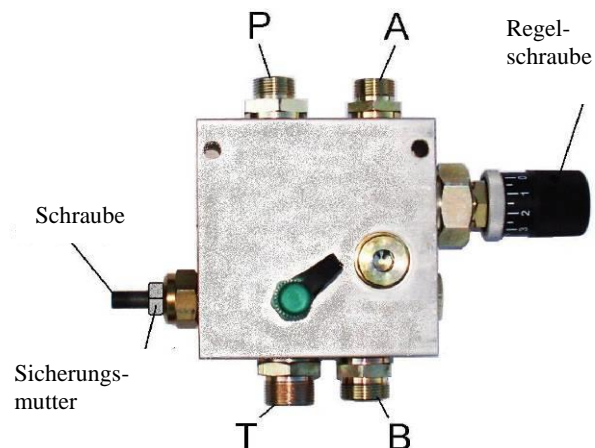

Abb. 27 Dreiwege-Regelventil
Im Fall der Inbetriebnahme mit kaltem Öl und nicht geänderter Position des Regelventils (Abb. 27) dreht sich der Ventilator in der Erwärmungsphase etwas schneller. Nach Erreichen der Arbeitstemperatur erreichen die Drehzahlen den ursprünglich eingestellten Wert.
- Öffnen Sie das Dreiwegeventil für die Regulierung vollständig (Abb. 27). das Dreiwegeventil für die Regulierung des Durchflusses ist vollständig geöffnet, wenn die Regelschraube vollständig eingeschraubt ist.
- Stellen Sie die gewünschten Drehzahlen durch die *Regelschraube* (Abb. 27) am Dreiwegeventil für die Durchflussregulierung ein.
- Lösen Sie die Sicherungsmutter (Abb. 27)